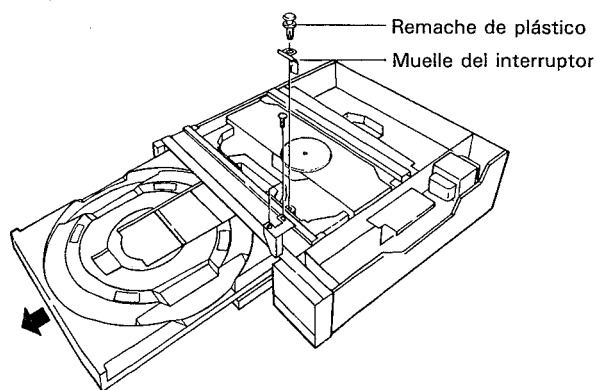

Fig. 5
3. Saque el remache tirándolo hacia arriba, y quite el muelle del interruptor. (Fig. 5)
4. Afloje el tornillo para sacar la placa de tope. (Fig. 5)